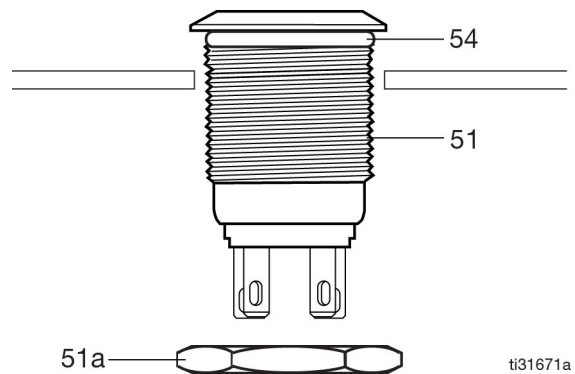

FIG. 19
- Retire la tuerca de seguridad (51a) del pulsador (51). Instale la junta tórica (54) (FIG. 19).
- Inserte el pulsador (51) por el agujero taladrado en el panel en el paso 1. Apriete a mano la contratuerca (1a) para fijar el pulsador en posición (FIG. 19).